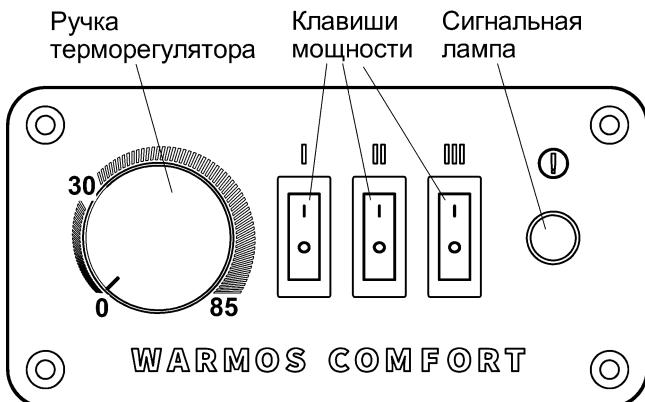

Рисунок 2.
5.3 При превышении температуры теплоносителя значения установленного на терморегуляторе (3), контакты терморегулятора размыкаются, подача электропитания на ТЭН (8) и нагрев прекращается. При снижении температуры теплоносителя ниже установленного значения на величину гистерезиса терморегулятора, контакты терморегулятора замыкаются, подача электропитания на ТЭН и нагрев возобновляется. Общий вид терморегулятора приведён на рис.2.
7.3 Если после включения котла через внешний автоматический выключатель на терморегуляторе (рис.2) **светится сигнальная лампа**, то это может свидетельствовать либо о низком давлении теплоносителя, либо о перегорании предохранителя циркуляционного насоса. Работа котла в этих случаях **ЗАПРЕЩЕНА**, необходимо принять меры для устранения неисправностей - более подробно см. раздел 8, таблица 3, неисправности 3,4.
7.4 Выбор температуры теплоносителя, которую будет поддерживать котёл осуществляется вращением ручки терморегулятора - см. рис. 2. При вращении по часовой стрелки значение температуры теплоносителя увеличивается, при вращении против часовой стрелки значение уменьшается.